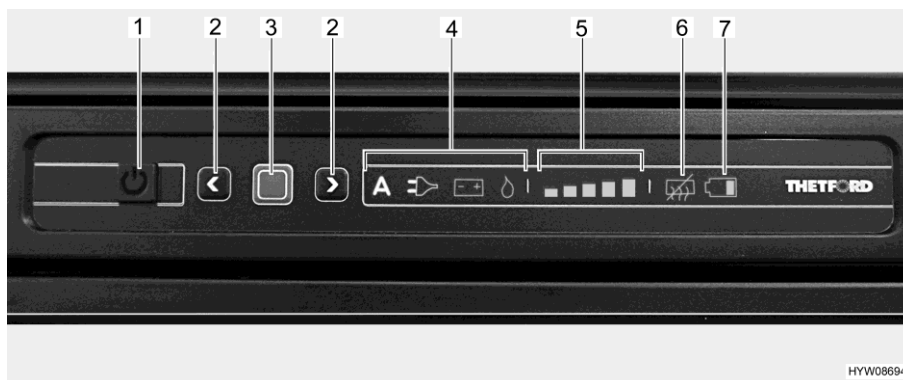

Fig. 268 Quadro comandi LED (frigorifero Thetford)
- Premere il tasto On/Off (Fig. 268,1) per 1 secondo. Il tasto si illumina di verde. Dopo circa 10 secondi, l'indicatore viene attenuato per risparmiare energia.
- Premere il tasto di conferma (Fig. 268,3). Viene visualizzata l'ultima modalità di funzionamento selezionata.
- Premere il tasto di conferma (Fig. 268,3) per circa 2 secondi. I simboli della modalità di funzionamento lampeggiano.
- Selezione manuale dell'energia: Selezionare le fonti di energia desiderate con i tasti freccia (Fig. 268,2).
- Sistema automatico di selezione di energia (solo per modelli con selezione automatica dell'energia): Selezionare la modalità di funzionamento "A" con i tasti freccia (Fig. 268,2).
- Confermare la scelta con il tasto di conferma (Fig. 268,3).
- Premere nuovamente il tasto di conferma (Fig. 268,3). L'indicatore del livello di refrigerazione (Fig. 268,5) lampeggia.
- Per modificare l'impostazione, premere i tasti freccia (Fig. 268,2) fino a visualizzare l'impostazione desiderata.
- Premere il tasto On/Off (Fig. 268,1) per circa 2 secondi. Tutte le spie si spengono. Il frigorifero è spento.
Dopo l'accensione il frigorifero seleziona automaticamente la regolazione del termostato selezionata per ultima. Questa impostazione può essere modificata manualmente con i tasti freccia (Fig. 268,2). Ci vogliono alcune ore prima che il frigorifero raggiunga la temperatura normale di esercizio. Quando si commuta a un'altra modalità di funzionamento, la regolazione sul termostato viene mantenuta.